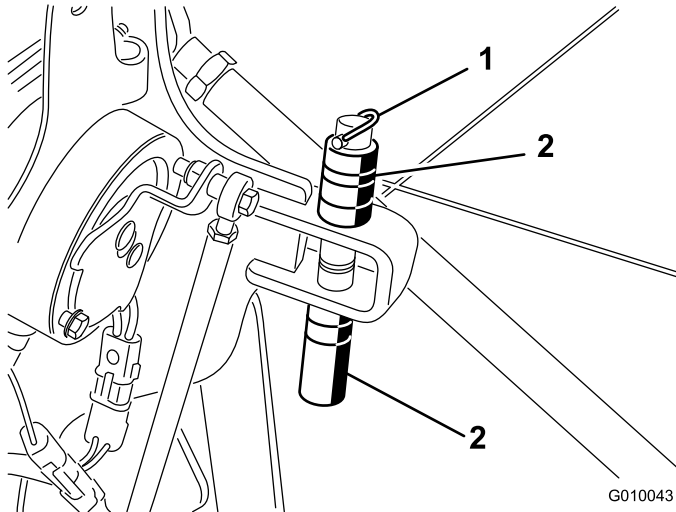

Figura 28
1. Retire el pasador de seguridad que retiene los espaciadores y los bulones de profundidad (Figura 28).